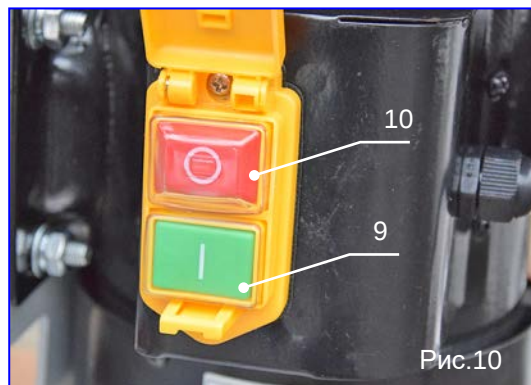

Рис.10
- Для включения шлифовальной машины нажмите на зеленую клавишу выключателя (поз.9, рис.10). Как только шлифовальная машина заработает, послушайте на наличие любых необычных шумов. Машина
должна работать плавно, практически без вибраций. При появлении каких-либо необычных шумов или вибраций, Немедленно ОСТАНОВИТЕ шлифовальную машину, нажатием на красную кнопку выключателя (поз.10, рис.10) или просто закрыв крышку выключателя.